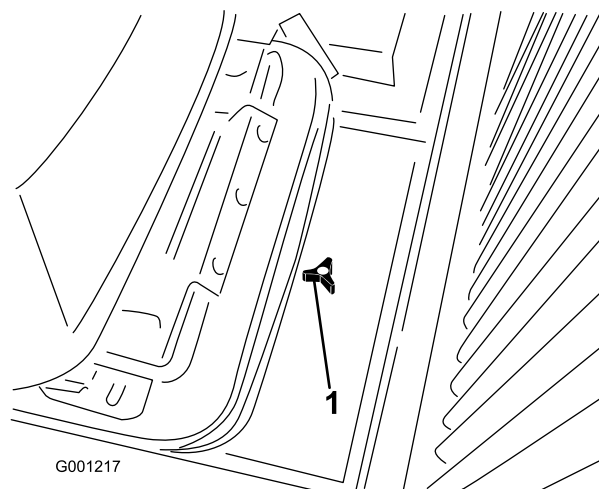

Figura 32
1. Desaperte o manípulo e retire tampa de acesso, na parte posterior da placa de montagem do banco (Figura 32).